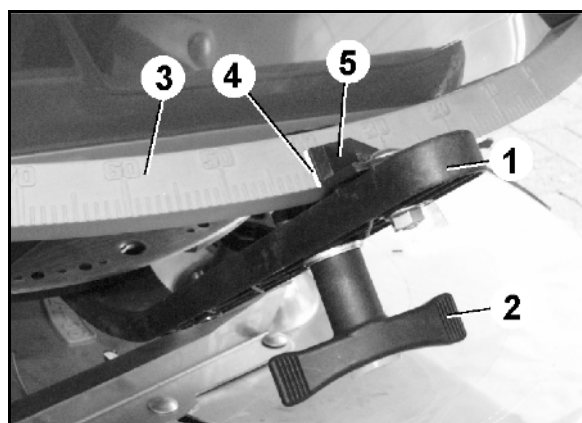

Fig. 53
- 2.1 Skru ut vingeskruen (Fig. 53/1) som fester spredeskiven, og trekk spredeskiven av girakselen.
3. Fest gjødselelrennen (Fig. 53/2) på rammen.
4. Fest samlebeholderen på rammen ved hjelp av bøylene (Fig. 53/3) som vist på figuren.